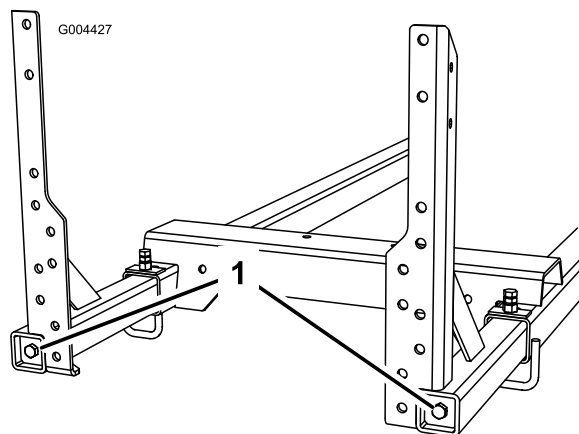

Bild 8
4. Ziehen Sie die Schrauben am Auslegerrahmen an (Bild 8) fest. Ziehen Sie die Schrauben mit 91-113 N-m an.